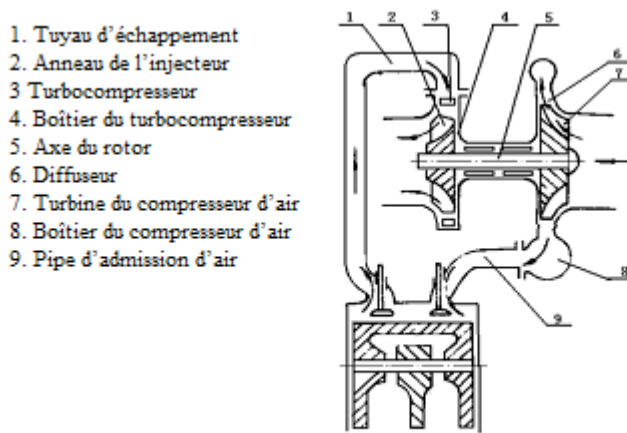

Figure 3-28 Principe de fonctionnement du moteur diesel à turbocompression
Le moteur diesel des gammes YC6A et YC6B dispose d'un système de turbocompression à échappement (sauf les modèles YC6B95-D20 et YC6V105-D20). Son principe de fonctionnement est représenté dans la figure 3-28. Le tuyau d'échappement (1) du moteur diesel est relié au boîtier (4) du turbocompresseur. Le gaz d'échappement à hautes température et pression provenant du moteur diesel entre dans l'injecteur (2), via le boîtier (4) du turbocompresseur. Les zones de passage du segment rapetissent au fur et à mesure : la pression et la température du gaz d'échappement diminuent tandis que la vitesse augmente rapidement. Le débit d'échappement à grande vitesse commande le turbocompresseur afin qu'il tourne à grande vitesse. Plus la pression, la température et la vitesse du gaz d'échappement sont élevées, plus le turbocompresseur tourne vite. Le gaz d'échappement est libéré dans l'atmosphère via le turbocompresseur. Le turbocompresseur (3) ainsi que la turbine du compresseur sont fixés sur le même axe. Ainsi, la turbine et le turbocompresseur tournent à la même vitesse. L'air filtré par le filtre à air est aspiré dans le compresseur. La turbine rotative du compresseur augmente la pression de l'air qui entre dans le cylindre : sa densité augmente, et permet l'entrée d'une plus grande quantité d'air. Ainsi, davantage de carburant peut entrer en combustion, permettant ainsi d'augmenter la puissance et l'économie énergétique du moteur et de réduire ses émissions.